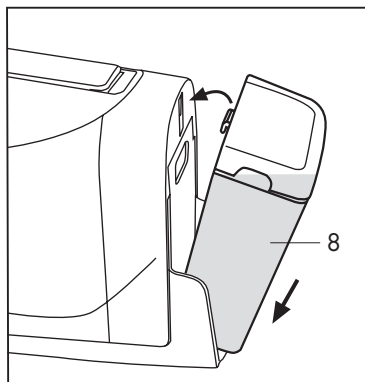

Fig. 3
- Chiudere il coperchio ed inserire il serbatoio (8) contro il corpo macchina in modo che la linguetta si incastri e la base del serbatoio appoggi correttamente sulla valvola dell'acqua. (Fig.3)